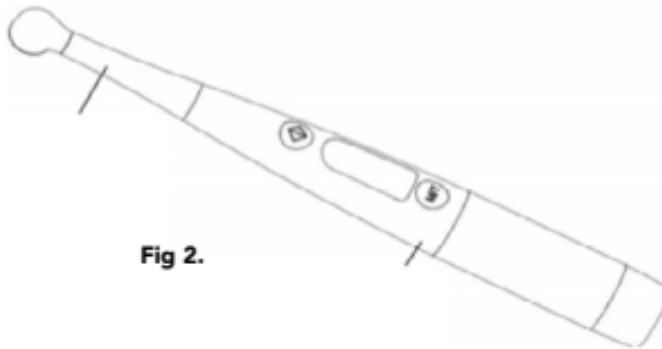

Fig 2.
2. Comme le montre la Figure 2 ci-dessous, il s'agit du diagramme d'état de la connexion entre la poignée et la tête de la machine. La tête de la machine peut pivoter sur 360 degrés et l'angle de traitement approprié peut être sélectionné en fonction des habitudes d'utilisation et de la situation réelle.